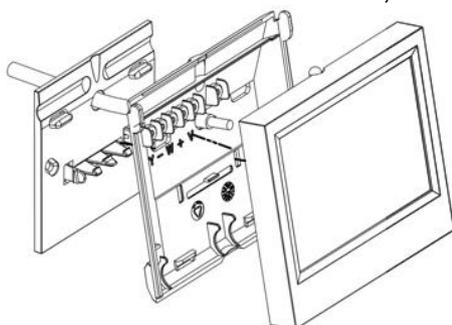

Fig. 74
El interfaz Súpermaestro está disponible para montaje en superficie (S) (Fig. 74) o montaje empotrado en pared (E) (Fig. 76).